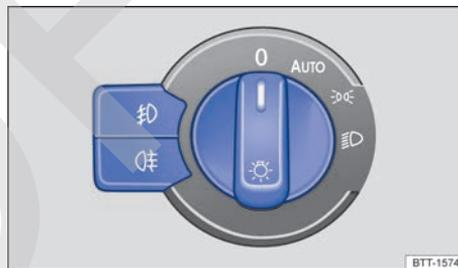

Fig. 107 Junto al volante: mando de las luces (una variante).
- **Encender los faros antiniebla** : Pulse la tecla  → fig. 107. El testigo de control de la tecla se enciende en verde.